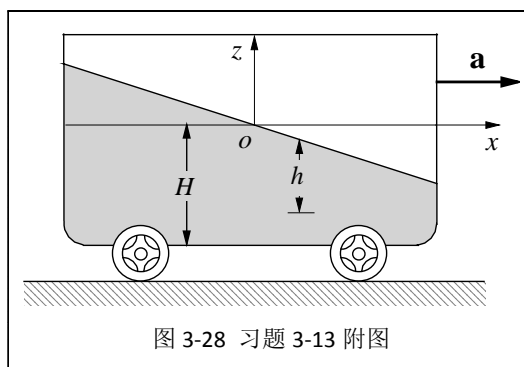

图 3-28 习题 3-13 附图
**3-13** 如图 3-28 是运送液体的槽车简化模型：槽车以等加速度  $\mathbf{a}$  做水平运动。槽车静止时，车内液体的高度为  $H$ 。(1) 试求槽车在等加速运动过程中的自由液面方程和压力分布；(2) 证明压力分布和惯性坐标系一致，即距离自由液面下垂直距离  $h$  处的压力可表示为  $p = p_0 + \rho g h$ 。设自由液面的压力为  $p_0$